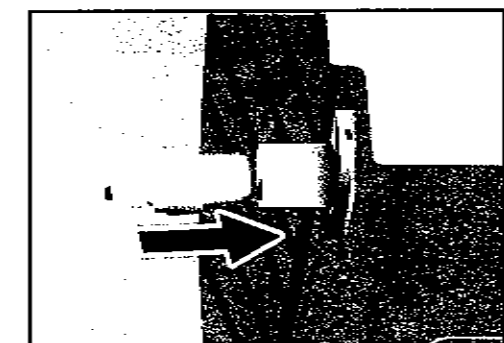

Fig.36
2. Enlevez la connexion (mâle) de raccord rapide du réservoir d'eau trouvée dans le accessoires d'installation. Attachez la connexion de raccord rapide à la connexion trouvée sur le réservoir d'eau externe, resserrez avec modération. Voir Fig. 36